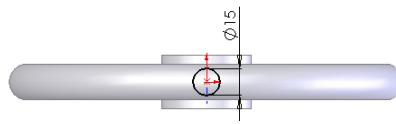

图 4-41 标注的草图
**16** 标注尺寸。单击“尺寸/几何关系”工具栏中的“智能尺寸”图标按钮D，标注绘制圆的直径，结果如图 4-41 所示。